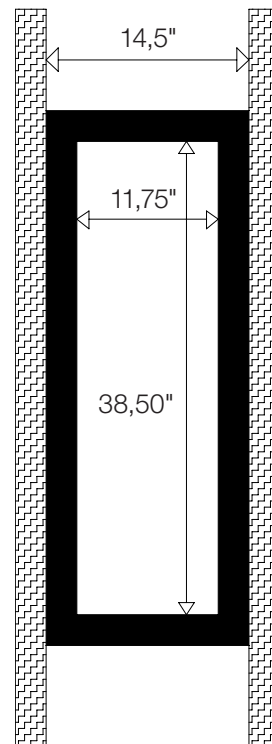

Figura 14
2. Usando perfis 2 x 6, crie um quadro com dimensões internas de 38,5" x 11,75" (977,9 mm x 298,5 mm) (Figura 14). Será preciso desgastar os suportes laterais (longos) até que a abertura fique com 11,75" de largura. Meça os componentes para calcular quanto desgaste será necessário. O espaço excedente em relação ao tamanho do buraco serve para permitir a introdução de ferramentas a fim de fixar a moldura na parede. Fixe aos suportes existentes usando pregos ou parafusos de madeira.